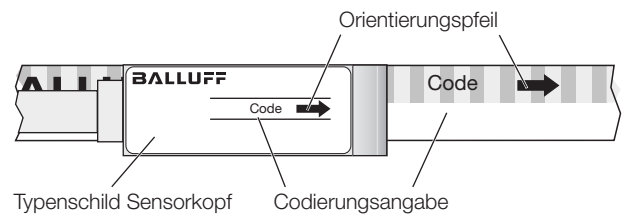
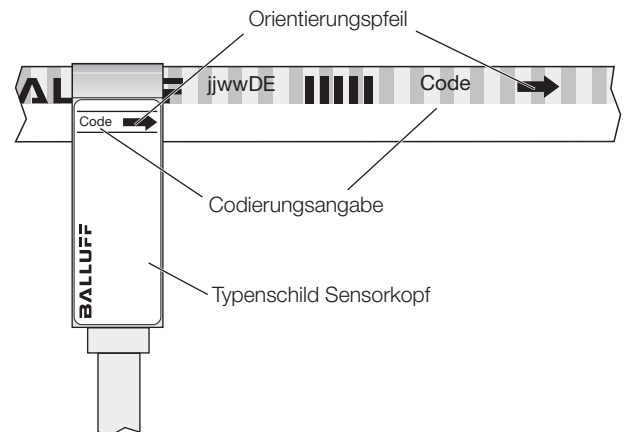

Bild 4-1: Ausrichtung Sensorkopf zu Maßkörper – Längsvariante
Bild 4-2: Ausrichtung Sensorkopf zu Maßkörper – Quervariante
- Der auf dem Maßkörper aufgedruckte Pfeil muss in die gleiche Richtung wie der Pfeil auf dem Typenschild des Sensorkopfs zeigen (siehe Bild 4-1 und Bild 4-2 auf Seite 12).